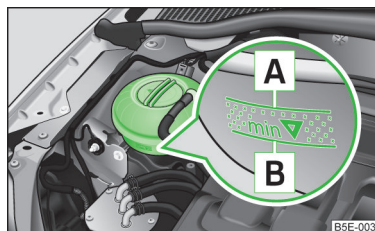

Abb. 178
Zum Nachfüllen nur das Frostschutzmittel verwenden, dessen Bezeichnung auf dem Kühlmittelausgleichsbehälter aufgeführt ist » Abb. 178 auf Seite 206.
- Das Kühlmittel nicht über die Markierung **A** auffüllen » Abb. 178 auf Seite 206.
- Den Kühlmittelstand am Kühlmittelausgleichsbehälter prüfen » Abb. 178.